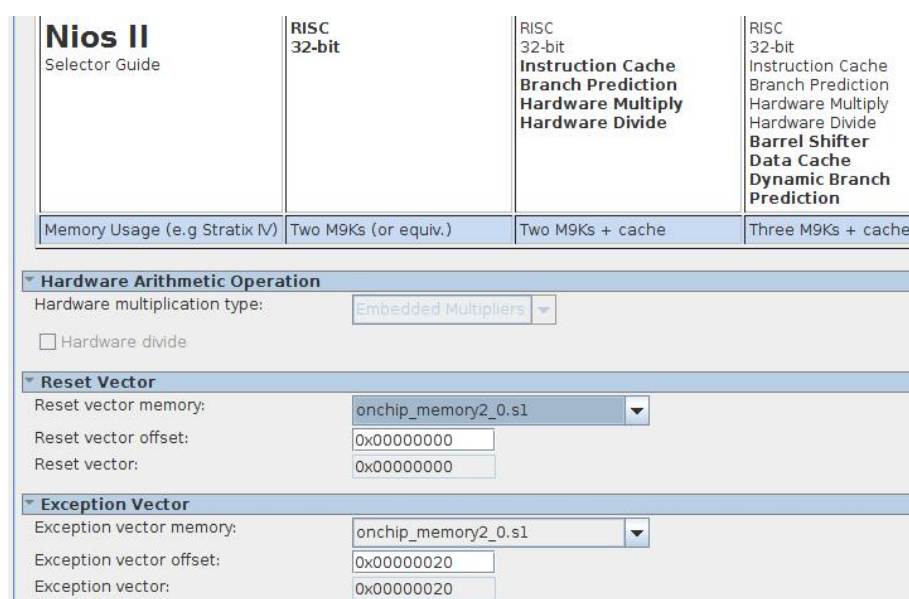

Рис. 16. Налаштування векторів переривань та початку виконання програми процесора Nios II
12. На наступному кроці необхідно виконати налаштування у пам'яті адреси розташування векторів переривань (**Exception memory**) та початку виконання програми (**Reset Vector memory**) для ядра Nios II. Для цього натисніть правою кнопкою миші на **nios2_qsys_0** та оберіть з контекстного меню команду **Edit**. Для параметрів **Reset vector memory** та **Exception vector memory** оберіть **onchip_memory2_0.s1** (рис. 16).